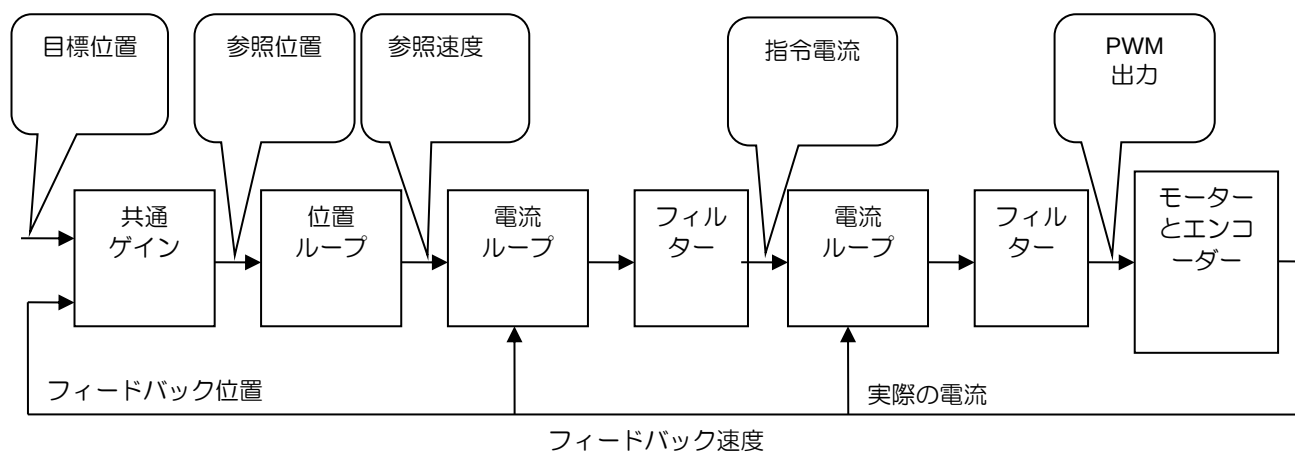

図3.5.1
(1) サーボループ
D1ドライバーには、サーボモーターを制御するために、電流ループ、速度ループ、位置ループを含む 3つのサーボループがあります。サーボループを図 3.5.1 に示します。位置モードでは、すべてのループがドライバーによって処理されます。速度モードでは、速度ループと電流ループはドライバーによって処理されます。トルク/カモードでは、電流ループのみがドライバーによって処理されます。電流ループは、コントローラから電圧コマンドを受け取り、モーターの整流を制御します。操作を簡単にするために、D1ドライバーのサーボループは、1つの共通ゲイン (CG) で設定および調整できます。